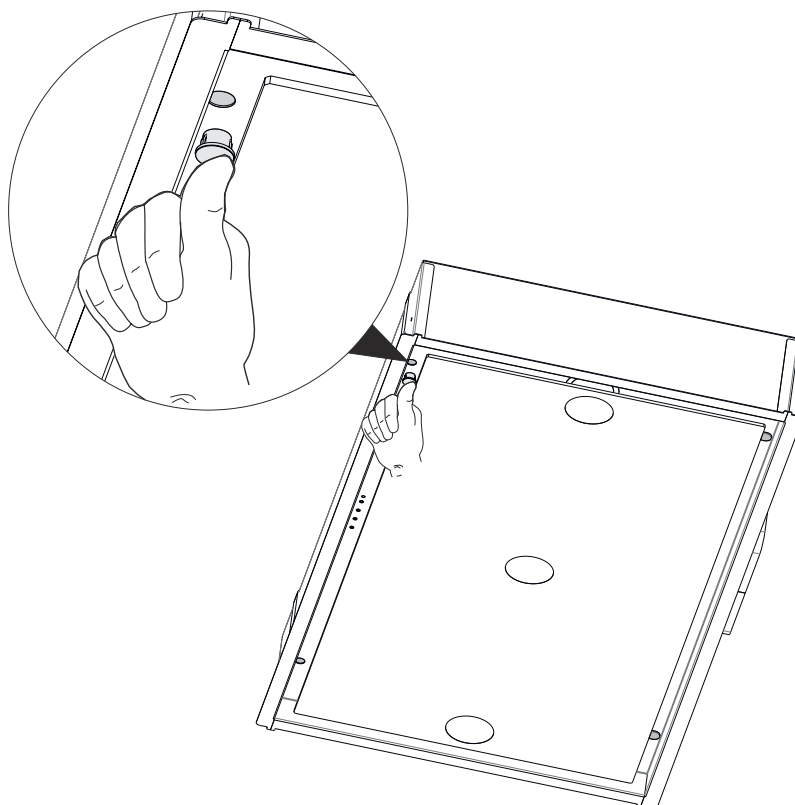

Fig. 12
6. ➔ Når produktmonteringen er færdig, lukkes skruemonteringshullerne med plastikpropper (Fig. 12).